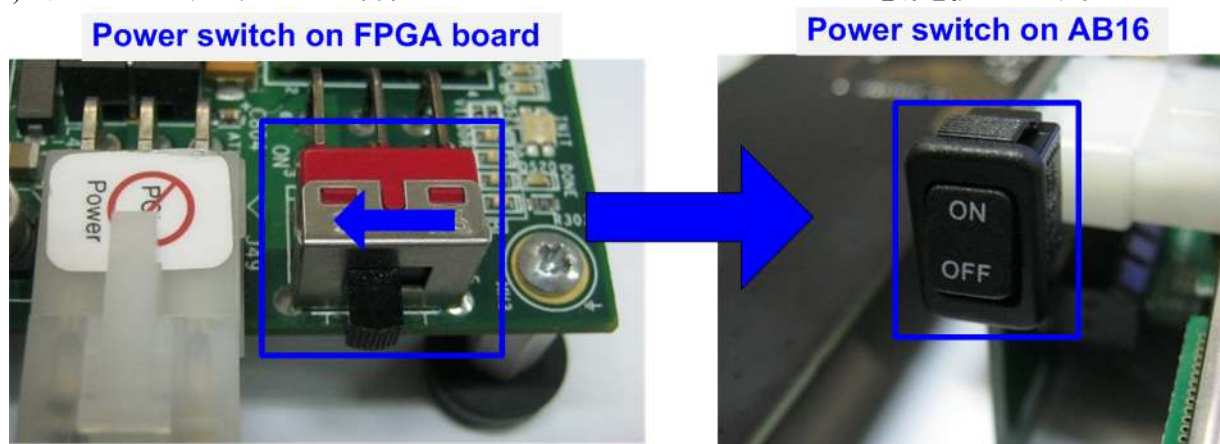

図 2-7: FPGA ボード電源と AB16-PCIeXOVR 電源の投入
- 6) 図 2-7 に示すように Xilinx 評価ボードと AB16-PCIeXOVR アダプタの電源を投入します。